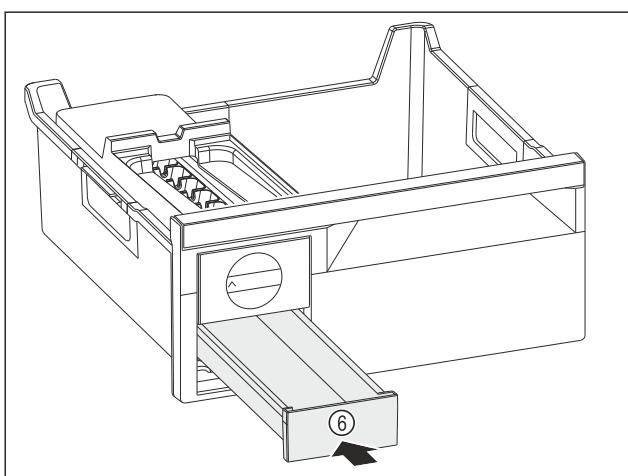

Fig. 136
- Zasuňte zásuvku na kocky ľadu Fig. 136 (6).